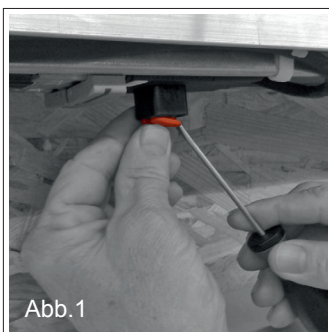

Abb.1
- 2.1.1 **Elero JA Motor:** Orange Kappe vom Auflaufschalter des Motors entfernen (Abb.1).